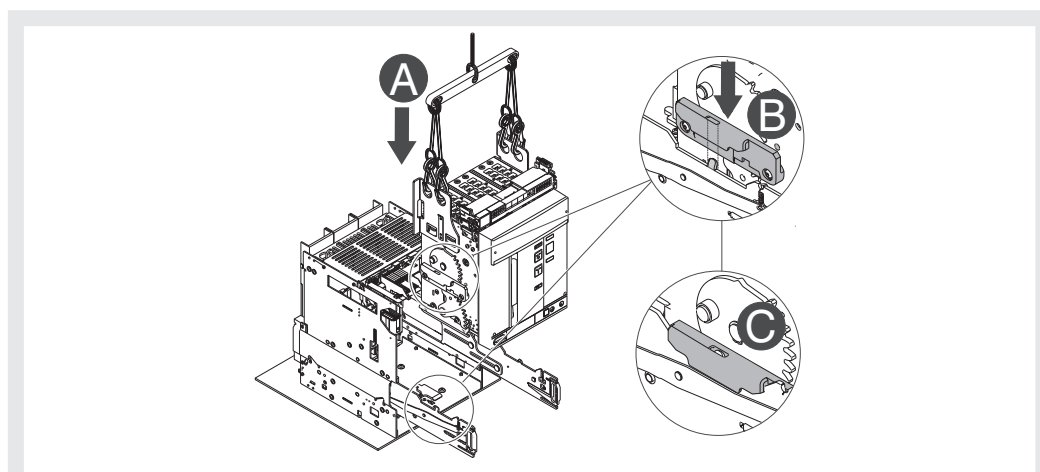

Abbildung 39
4. Das bewegliche Teil auf die Führungen des festen Teils setzen. Es einrasten lassen, indem man die Nut der Seitenfläche in den Haken der Führung des festen Teils steckt. Siehe Abbildung 39.